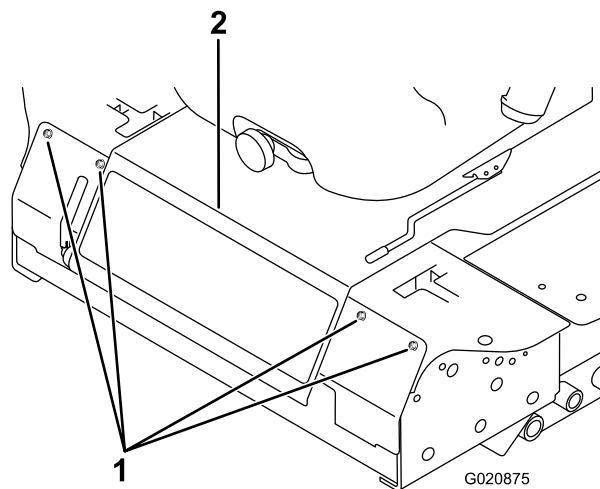

図 56
3. 前パネルを止めているボルトを外して前パネルを外す(図 56)。